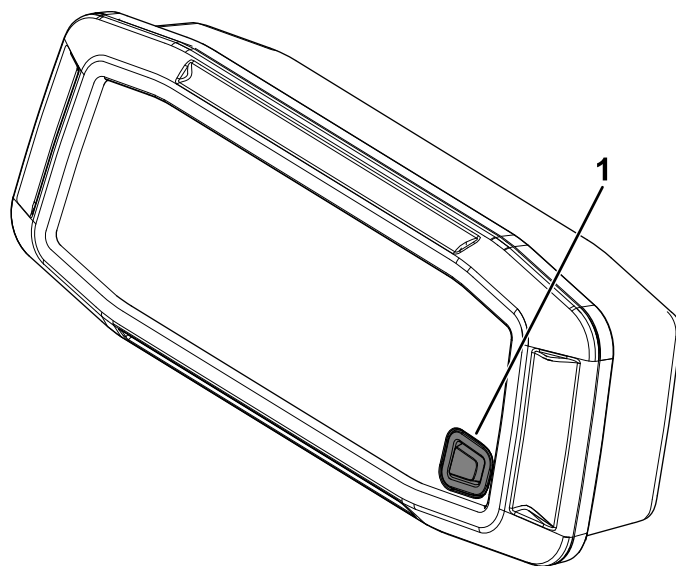

Figura 54
1. Mantenga pulsado el botón (Figura 54) durante al menos 10 segundos.